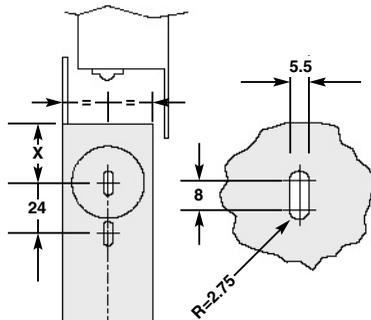

Fig. 24
- eseguire le asole sul montante **A** opposto a quello che ospiterà la cerniera (Fig. 24).